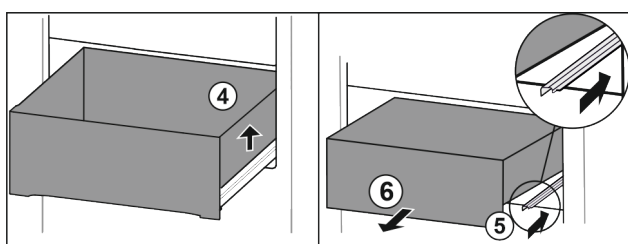

Fig. 63
- ▶ Podignite ladicu desno. Fig. 63 (4)
- ▶ Gurnite desnu vodilicu. Fig. 63 (5)
- ▶ Izvadite ladicu prema naprijed. Fig. 63 (6)